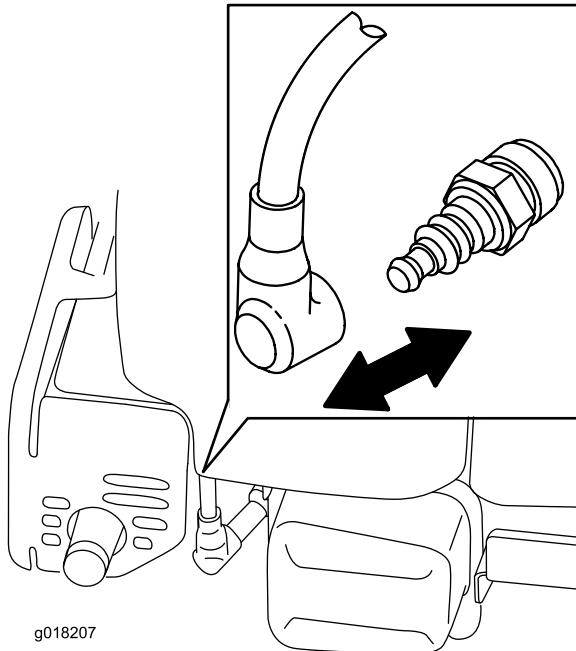

Figura 16
2. Desligue o fio da vela da ignição da vela da ignição Figura 16 antes de executar qualquer procedimento de manutenção.